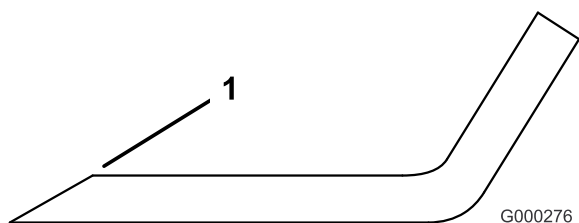

Figure 50
1. Au moyen d'une lime, aiguissez les tranchants aux deux extrémités de la lame (Figure 50). Veillez à conserver l'angle de coupe d'origine. Limez la même quantité de métal sur chacun des deux tranchants pour ne pas déséquilibrer la lame.